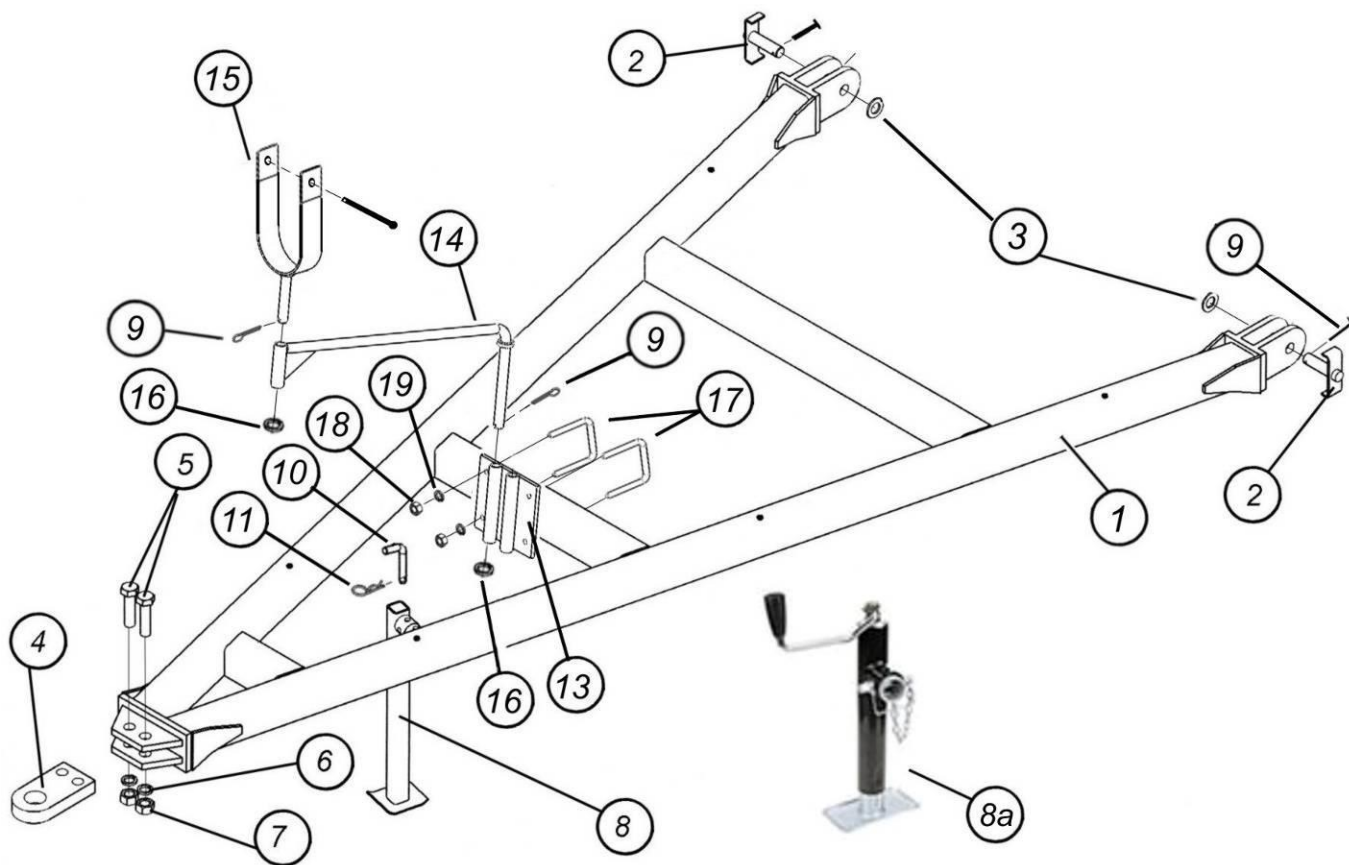

Рис. 7.1.4. Передняя сцепка посевного агрегата
7.1.4. Передняя сцепка (рис. 7.1.4)